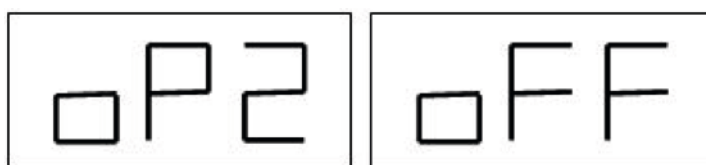

Figure F7.2. Désactivation de la mémoire d'opérateur 2. La mémoire d'opérateur 1 est rétablie.
4. Quand opérateur 2 a terminé, opérateur 1 peut retrouver ses paramètres en appuyant sur les touches [F+P6]. La LED correspondante à opérateur 1 s'allume. Le message indiqué sur la figure F7.2 s'affiche pendant 1 seconde.